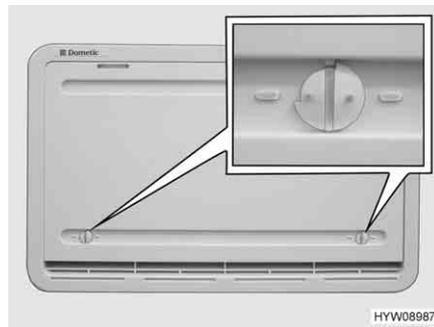

Bild 224 Winterabdeckung
Wenn der Kühlschrank bei niedrigen Außentemperaturen betrieben werden soll, empfiehlt der Hersteller die Verwendung einer Winterabdeckung (Bild 224) für die Kühlschrank-Lüftungsgitter.
- Beide Verriegelungen (Bild 224) öffnen (Nut steht waagrecht).